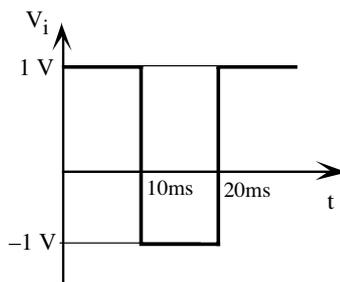

Figura P8.21
- P8.21** Para el circuito de la figura P8.21, se pide: